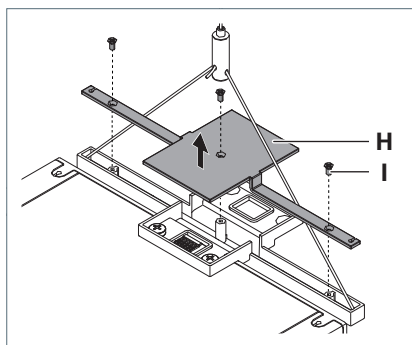

Fig. 13: Rimozione della copertura.
- Sull'ultimo apparecchio montato, svitare sull'elemento di collegamento le tre viti **I** dalla copertura **H**, vedi Fig. 13.